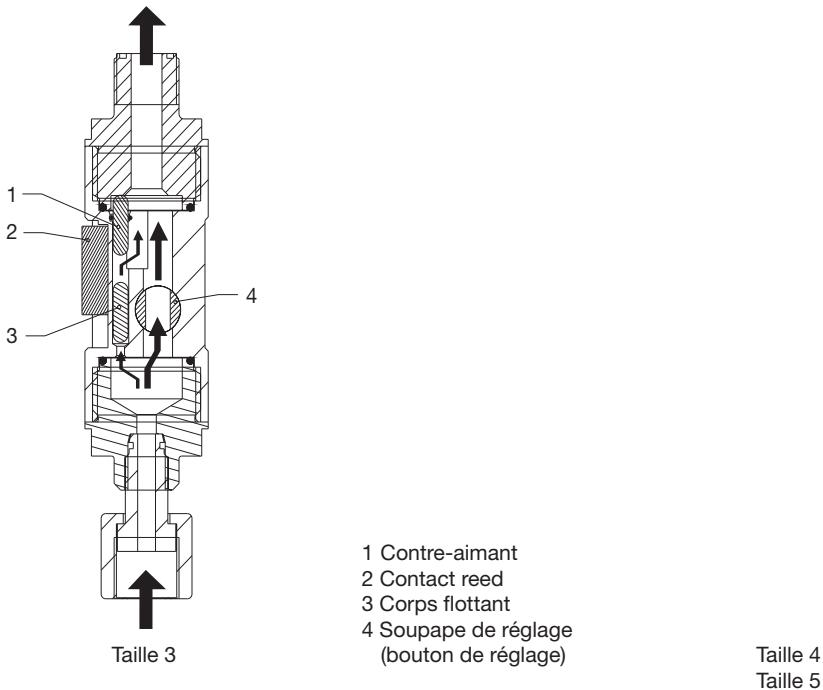

Fig. 1
Le contrôle de dosage "Flow Control" est constitué d'un tube à corps flottant (3) et d'une dérivation (by-pass) à section réglable (voir fig. 1). Le bouton de réglage permet d'adapter le Flow Control au volume d'impulsion de la pompe – sa sensibilité de réponse est adaptée.